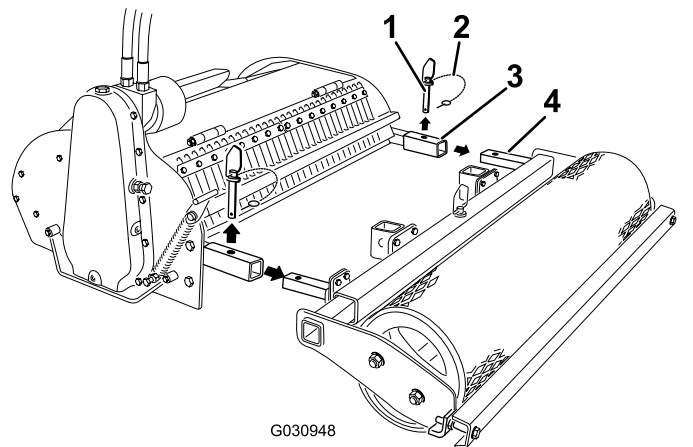

Figura 5
3. Rimuovete i perni conici dai bracci del coltivatore (Figura 5).
4. Togliete il rullo dal coltivatore (Figura 5).